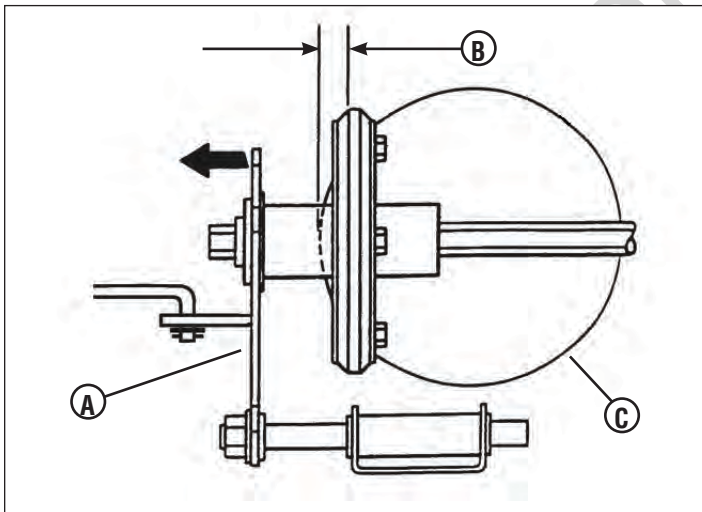

Figure 10
- Ajuster manuellement le disque d'entraînement en glissant l'ensemble du disque d'entraînement (A, Figure 10) dans la direction illustrée, jusqu'à ce que la mesure 'B' mesure 1/8" à l'extrémité extérieure du disque d'entraînement (C).
- Glisser le levier de commande de vitesse de déplacement vers l'arrière, puis complètement vers l'avant encore une fois. Vérifier la position du disque d'entraînement. S'il y a lieu, répéter l'ajustement du disque d'entraînement jusqu'à ce que la mesure d'1/8 de po (B, Figure 10) soit maintenue, puis serrer le contre-écrou fermement contre le joint à rotule.